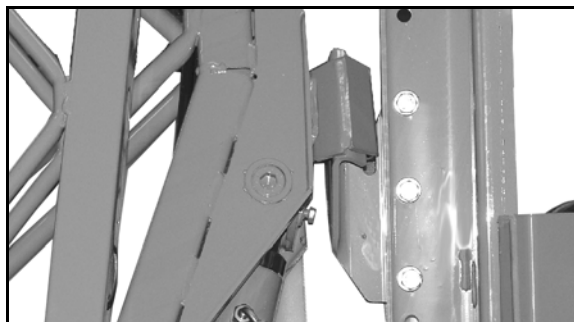

Fig. 5
- Verrouillage en position de transport (Fig. 5) de la rampe Super-S permettant d'éviter un dépliage accidentel de celle-ci